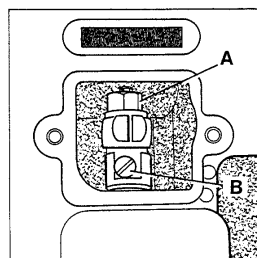

Fig. 12
To change the stitch length, remove the cover plate located below the serial number of the machine. Loosen lock nut (A, Fig. 12) and turn stitch length adjusting screw (B) clockwise to shorten stitch or counterclockwise to lengthen it. After adjustment, retighten lock nut (A) and replace the cover plate.
Zum Verändern der Stichlänge entfernen Sie den Deckel unter der Seriennummer der Maschine. Lösen Sie die Mutter (A, Fig. 12) und drehen die Stichlängenstellschraube (B) im Uhrzeigersinn, um den Stich zu verkürzen oder im Gegenuhrzeigersinn, um ihn zu verlängern. Ziehen Sie die Mutter (A) nach dieser Einstellung wieder an und schrauben den Deckel wieder auf.